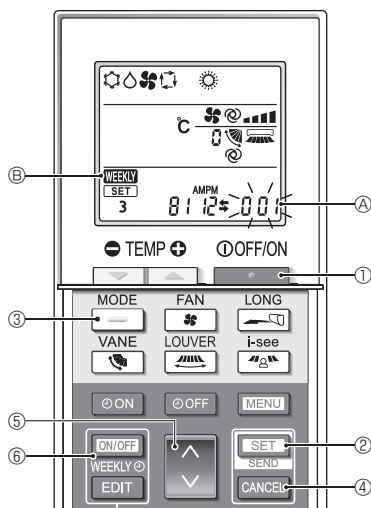

Fig. 5-12
5.12.8. Désactivation du mode AUTO (Fig. 5-12)
- Appuyez sur la touche **STOP** ① pour arrêter le climatiseur.
• Si la minuterie hebdomadaire est activée, appuyez sur la touche **ON/OFF WEEKLY** ⑥ pour la désactiver. (**WEEKLY** ⑥ disparaît.)
- Appuyez sur la touche **SET** ② pendant 5 secondes.
• L'appareil passe en mode de réglage des fonctions. (Le numéro de réglage du modèle (A) clignote.)
- Appuyez sur la touche **↓** ④.
- Achèvement des réglages (Fig. 5-12)